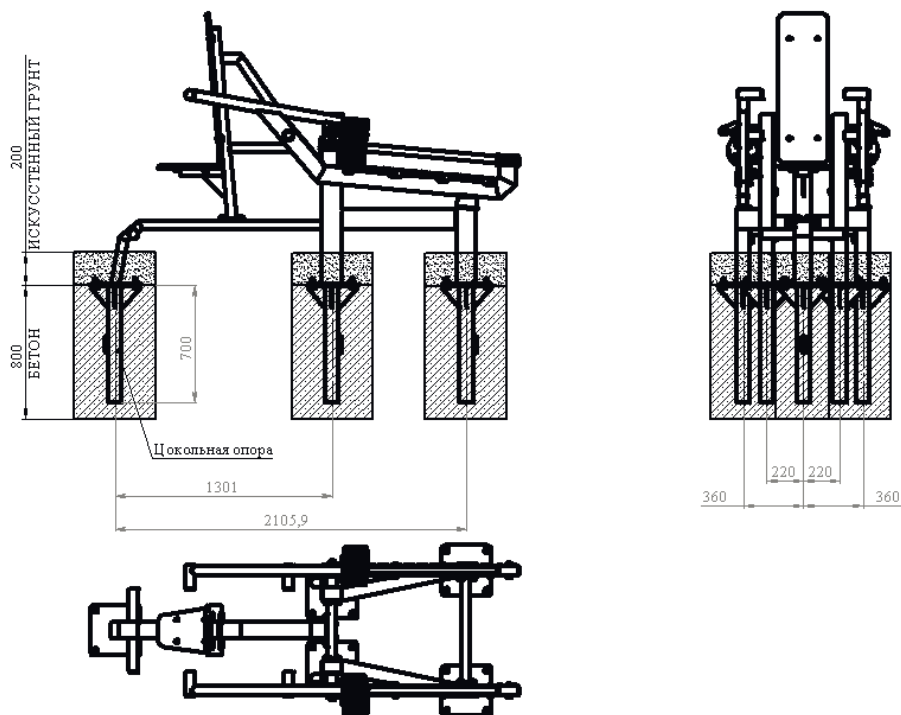

Рис. 2
- верх фундамента должен располагаться на глубине не менее чем на 200 мм от поверхности покрытия площадки, как это изображено на рисунке рис.2;